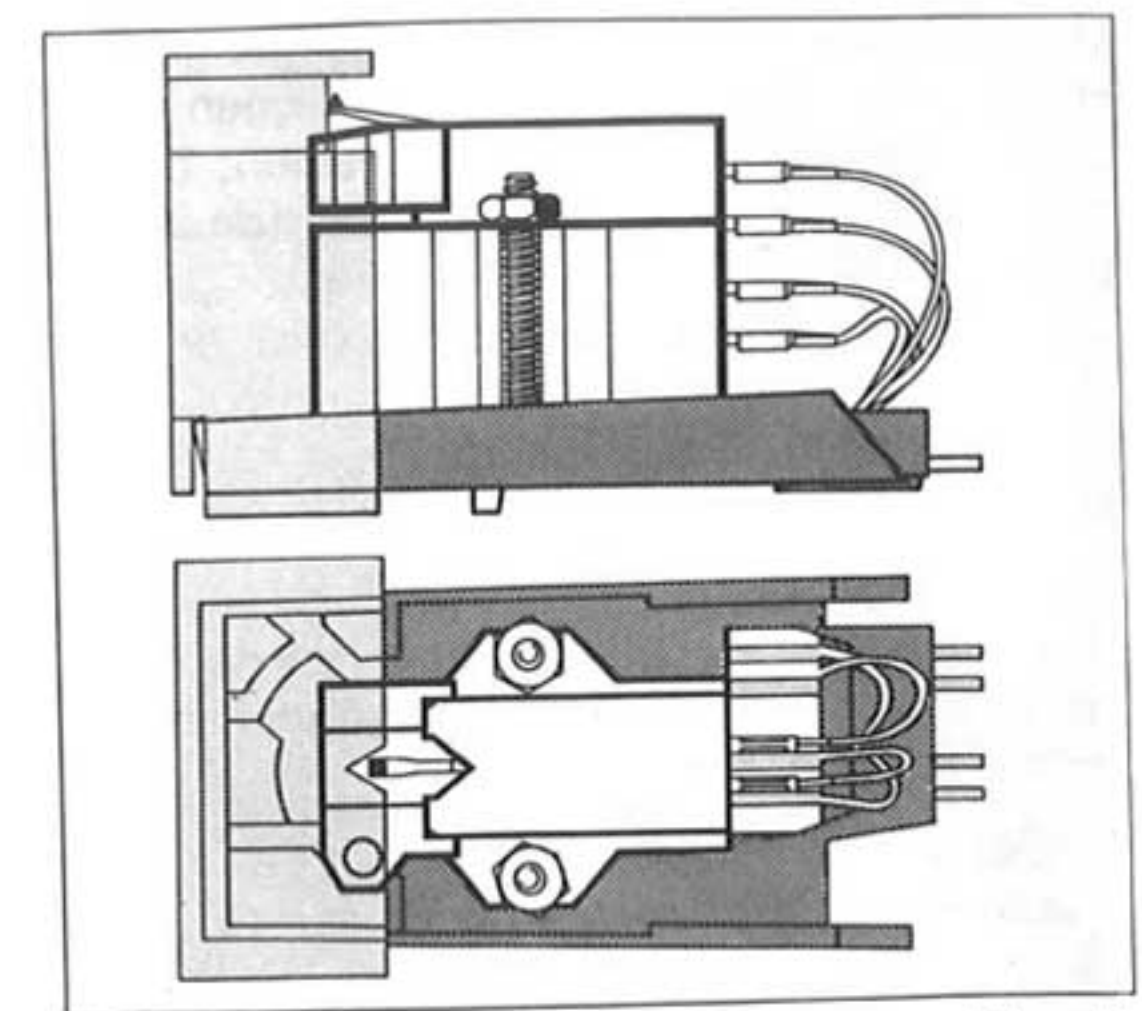

Fig. 14
1. Vous pouvez retirer le porte-cellule (6) du bras en repoussant la poignée (4) du bras vers l'arrière. Maintenez en même temps le porte- cellule qui tombe après ouverture du ver- rouillage.
2. Fixez la cellule sur le porte-cellule en utilisant les accessoires joints à la cellule. Vérifiez que la pointe de lecture – vue de haut – se superpose à l'encoche en forme de V du gabarit de la cellule (Fig. 14).
1. Detach the cartridge holder (6) from the tonearm by pressing the tonearm lift (4) backward, while holding the cartridge holder with your hand to prevent its falling down when the lock is released.
2. Using the hardware provided, mount the cartridge on the cartridge holder. Make sure that the V-shaped recess of the stylus tip -as seen from above- covers the cartridge gauge (Fig. 14).
1. De systeemhouder (6) kan U van de toonarm losmaken, door de toonarmgreep (4) naar achteren te drukken. Hierbij de systeemhouder vasthouden, omdat deze anders valt.
2. Bevestig het element op de systeemhouder en gebruik voor de plaatsbepaling de meegeleverde hulpstukken. Er moet op gelet worden dat de naaldpunt-van boven af bekeken exakt in de V-vormige uitsparing valt (Fig. 14).
1. Vid byte av pick-up lossas monteringsbryggan (6) genom att tonarmsgreppet (4) föres bakåt. Håll i bryggan, så att pick-upen inte faller mot verkplattan och skador nålen.
2. Montera den nya pick-upen i monteringsbryggan. Se till att nålspetsen hamnar i rätt position, med hjälp av monteringsmallen (Fig. 14). Använd vid monteringen de tillbehör som medföljer skivspelaren. (Distansrör, skruvar och muttrar).
1. Per montare la cellula togliete la testina (6) dal braccio spingendo indietro la levetta di serraggio (4) fare attenzione che la testina non cada.
2. Fissate la cellula sulla testina servendovi degli accessori allegati, osservando che la punta dello stilo — vista da sopra — combaci con l'insenatura a V del calibro (Fig. 14).
tastnadelspitze – von oben betrachtet – mit der V-förmigen Aussparung der Systemlehre deckt (Fig. 14).
2. Monte la cápsula en el portacápsulas utilizando los accesorios adjuntos a la cápsula. Tenga en cuenta que la punta de la aguja lectora — vista desde arriba — debe coincidir con la escotadura en forma de V del calibre (Fig. 14).